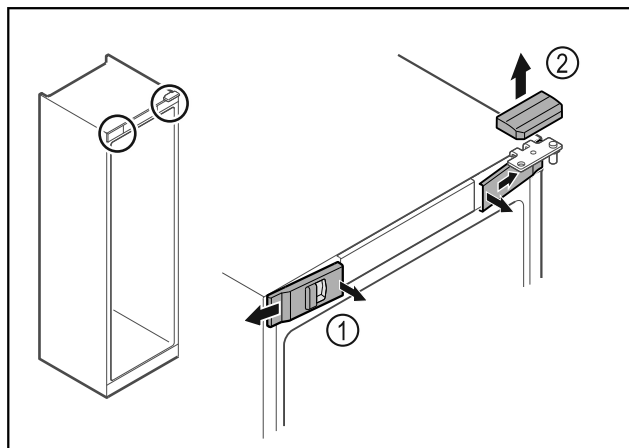

Fig. 17
- Disinnestare le coperture anteriori Fig. 17 (1) dall'interno ed estrarle lateralmente.
- Rimuovere la copertura superiore Fig. 17 (2) sollevandola verso l'alto.